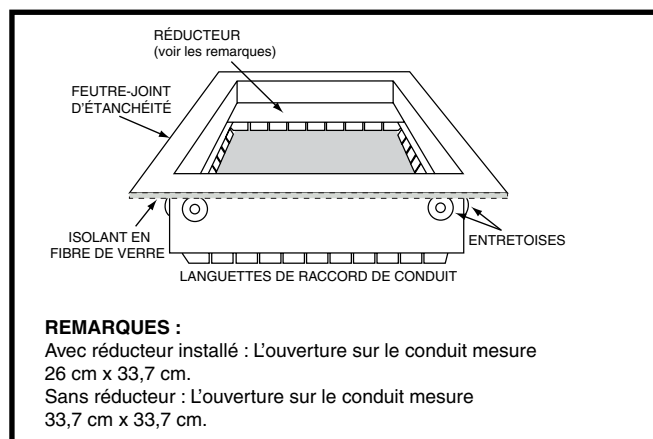

Figure 8. Raccord de conduit
- REMARQUE :** La fournaise peut être installée sur un plancher combustible avec des raccords de conduits approuvés par le fabricant (Figure 8). Cet accessoire fourni par l'usine doit être installé dans la cavité du plancher et fixé au conduit d'alimentation d'air avant l'installation de la fournaise à flux descendant.